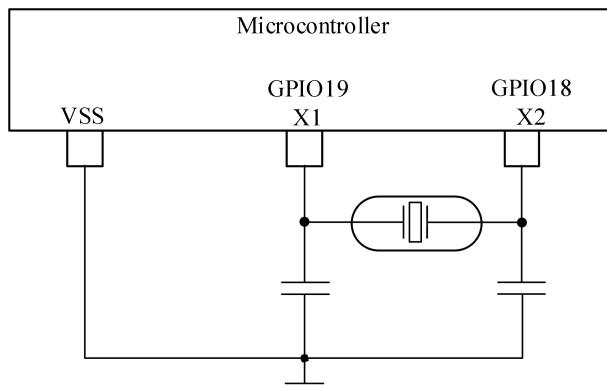

图6-12 外部晶体
- 外部晶体。如图6-12 所示，晶体应连接在 X1 和X2 之间，其负载电容器连接至 VSS。